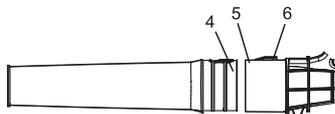

Fig. 6
3. Glissez la grande extrémité de la section arrière de la buse (4) sur l'entrée d'air du souffleur/balai (5) (Fig. 6).
4. Poussez fermement la section arrière de la buse sur l'entrée d'air du souffleur/-balai jusqu'à ce que le bouton de dégagement de la buse (6) « s'enclenche » pour verrouiller l'assemblage de la buse sur l'entrée d'air du souffleur/balai.